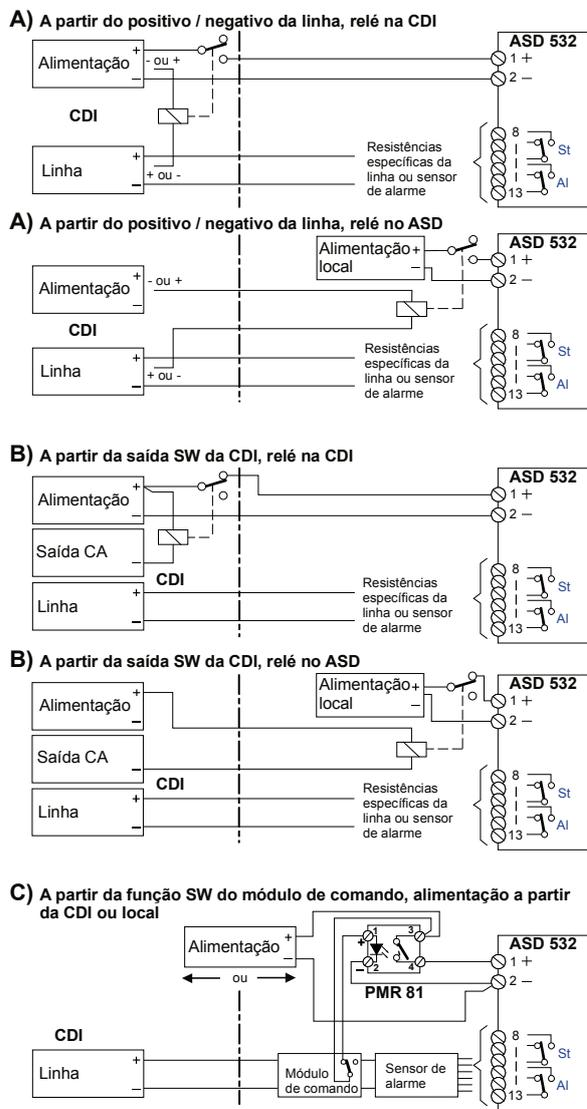

Fig. 34 Comando através da alimentação com relé
A ativação do relé auxiliar pode decorrer da seguinte forma (ver a Fig. 34):
- Os elementos de proteção CEM na entrada do sistema eletrónico do ASD causam um pico de corrente durante um curto período ao aplicar tensão de alimentação (5 A/1 ms). Isto pode levar à aglutinação do contacto de relé ao utilizar o relé auxiliar com uma capacidade de contacto de 1 A. Por isso, é **fundamental** utilizar relés auxiliares com uma capacidade de contacto **superior a 1 A** – p. ex., relé do semicondutor PMR 81 (ver a Fig. 34 C)).